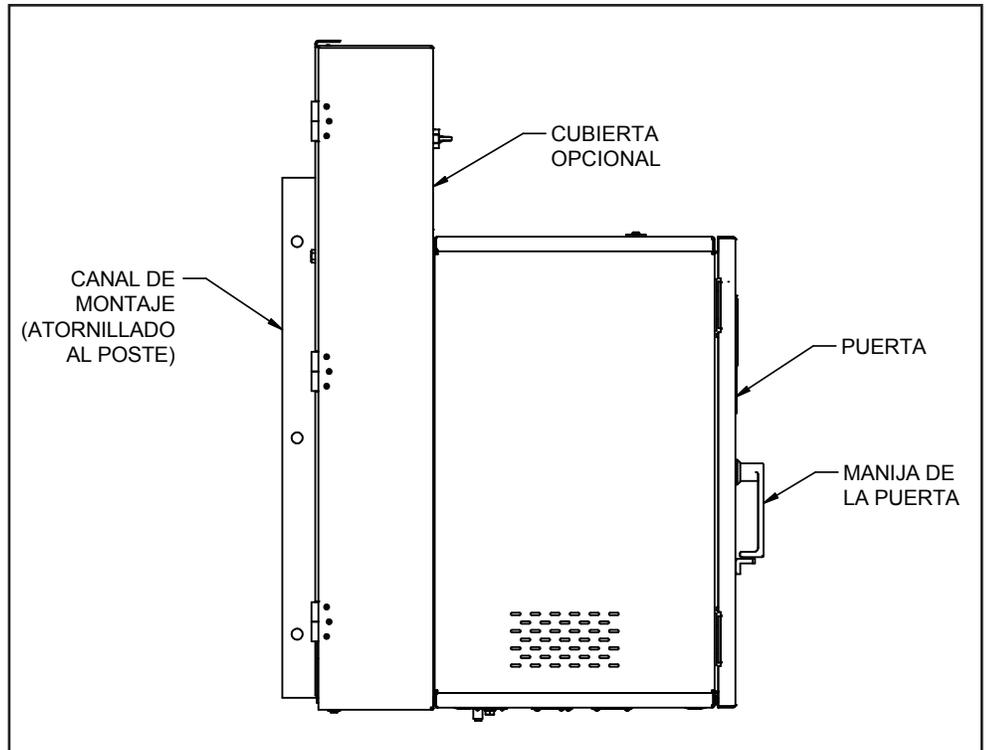
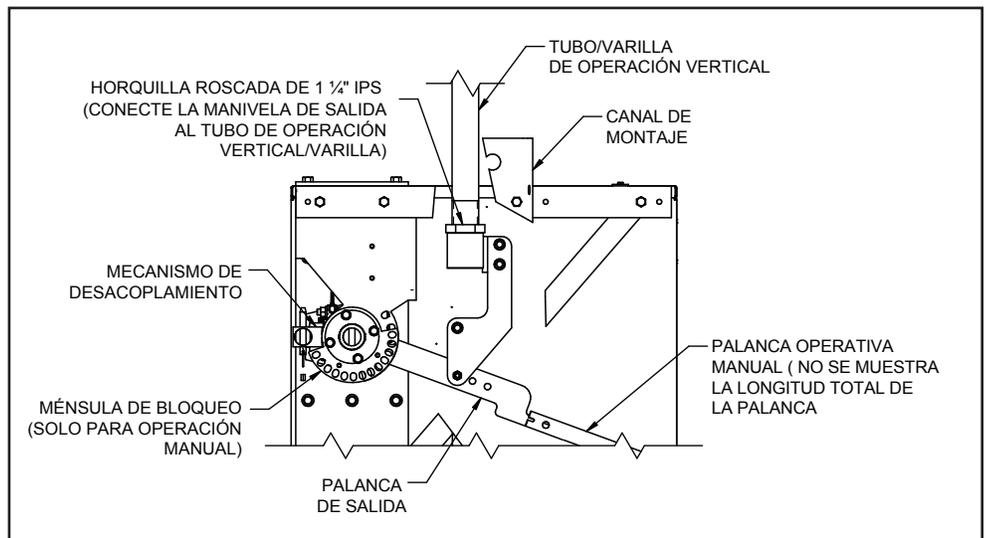

Figura 21. Vista lateral del operador de interruptores tipo vaivén que muestra la cubierta protectora opcional en la parte posterior.
Figura 22. Detalle del ensamble del brazo de la palanca visto desde la parte posterior del operador.
- (a) Abra la cubierta protectora del mecanismo operativo, en caso de estar instalada (vea la Figura 21 en la página 41). Enganche la palanca de operación manual (vea la Figura 22 en la página 41), y gire la palanca de salida hacia arriba hasta que el interruptor esté firmemente cerrado. Esto debe requerir un movimiento de la palanca de salida de aproximadamente 90 grados, moviéndola de 45 a 50 grados debajo de la posición horizontal hasta aproximadamente 45 grados por encima de la posición horizontal. La palanca operativa del interruptor en la parte superior de la varilla de control debe moverse en paralelo con la palanca de salida del operador de interruptores.